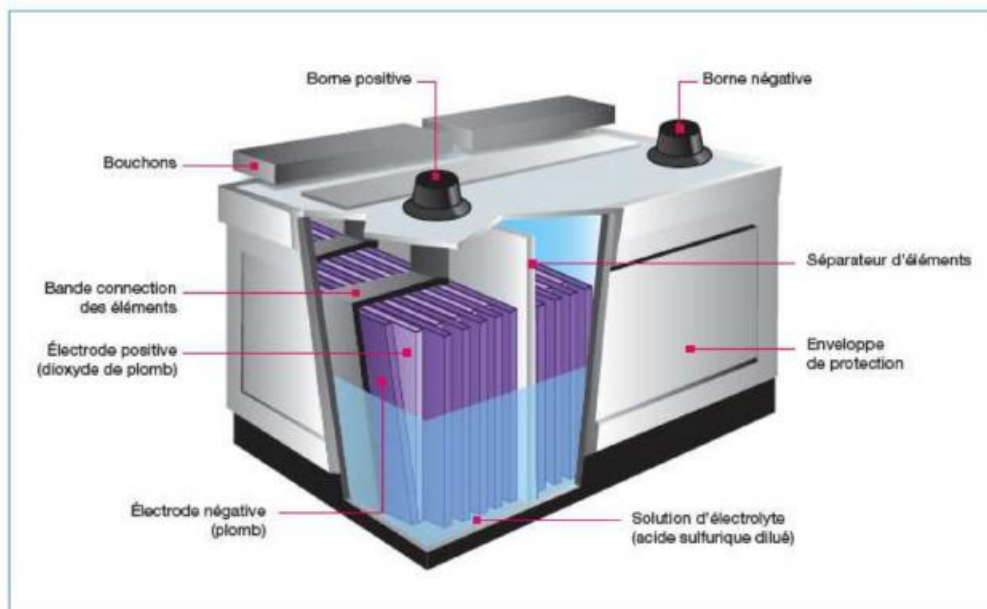

FIGURE 2 – Schéma d'une batterie de voiture au plomb
5. Comment réaliser une batterie de voiture (voir figures 2) délivrant une tension de 12 V avec des accumulateurs au plomb ?